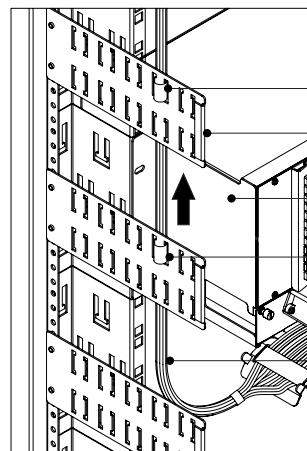

Figura 10B
4. Fixe os cordões unidos no primeiro suporte guia de cabo lateral (item 2) localizado logo acima e no sentido da saída do Sub-Rack utilizando o Velcro dupla face (veja figura 10B).